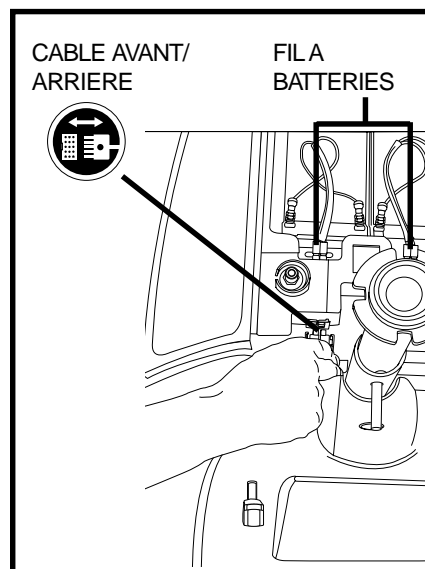

Figure 20. Câblage électrique
4. Débranchez le câble avant/arrière et le fil des batteries. Voir la figure 20.
6. Connectez le câble avant/arrière et les câbles des batteries. Voir la figure 20.